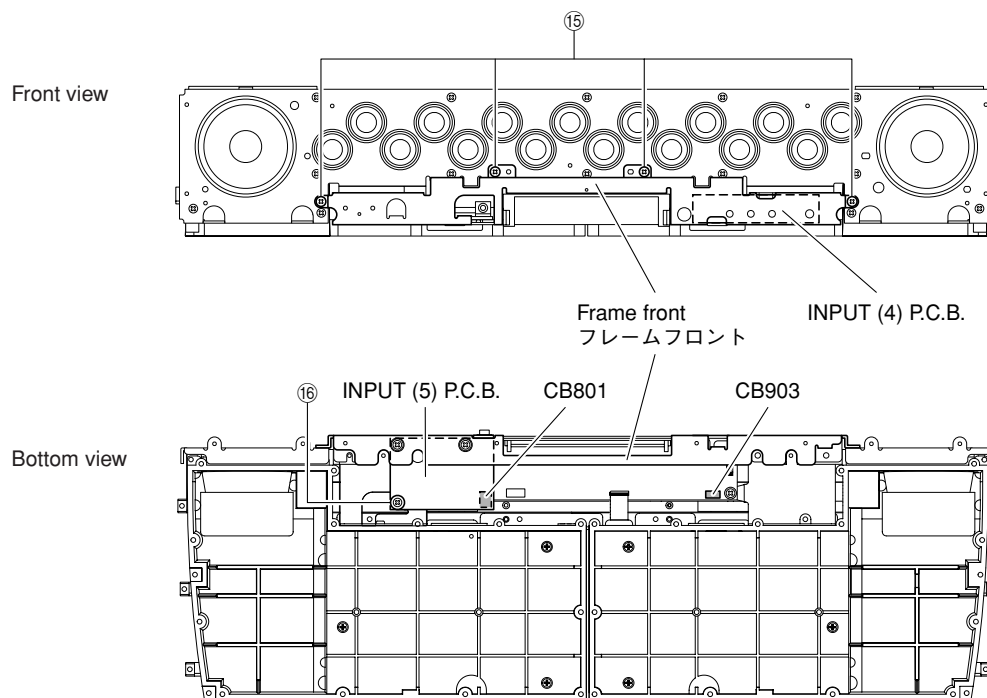

Fig. 11
- Remove 4 screws (15) and screw (16). (Fig. 11)
- Remove CB801 and CB903. (Fig. 11)
- Remove the frame front together with P.C.B.s. (Fig. 11)
- 15のネジ4本、16のネジ1本を外します。(Fig. 11)
- CB801、CB903を外します。(Fig. 11)
- フレームフロントをP.C.B.と一緒に取り外します。(Fig. 11)